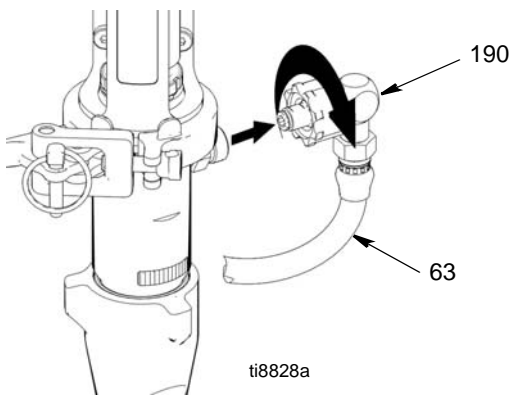

图 14
4. (图 14)从泵的管接头卸下涂料软管接头 (190) 和涂料软管 (63)。